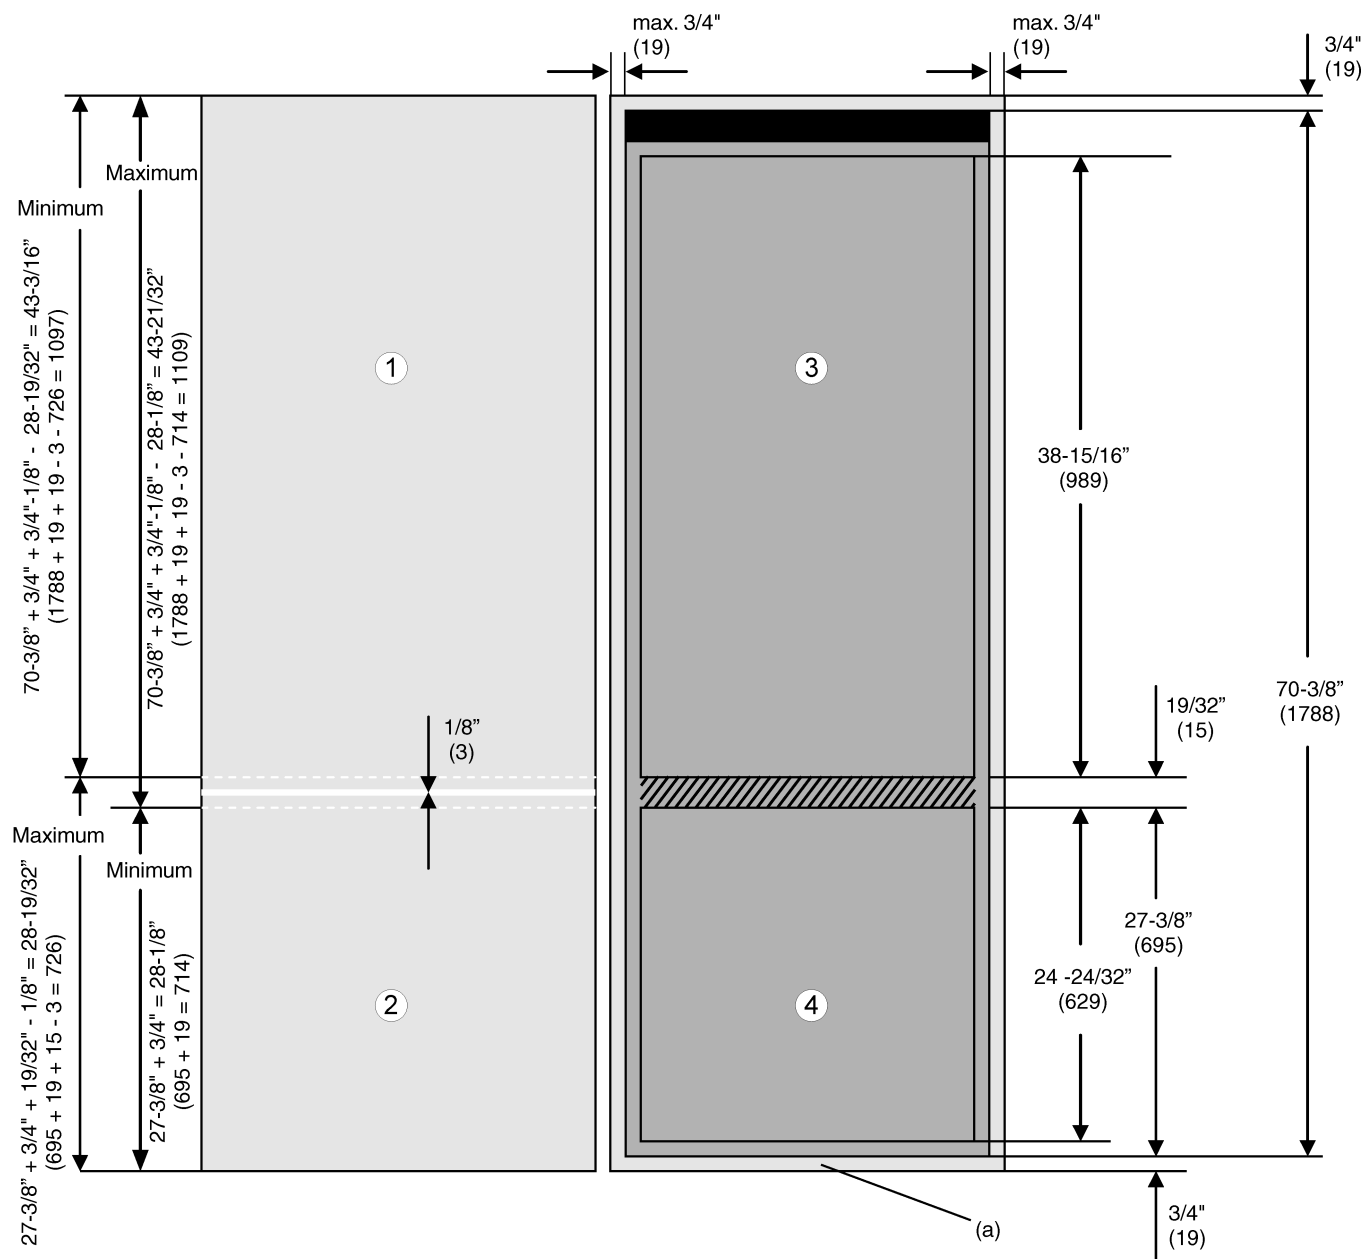

Fig. 6
► Pour recouvrir la face frontale de la plaque de sol Fig. 6 (a) : rallonger la hauteur de la plaque à 27-3/8 pouces + 3/4 pouces = 28-1/8 pouces (695 mm + 19 mm = 714 mm).
Si aucune portede meuble n'est encore montée, l'entrebaîllement entre la porte du congélateur Fig. 6 (4) et la porte du réfrigérateur Fig. 6 (3) est de 19/32 pouces (15 mm). Lorsque les portes sont montées, l'entrebaîllement entre les deux portes Fig. 6 (1,2) est d'env. 1/8 pouces (3 mm) et doit être situé dans l'espace de la surface hachurée.